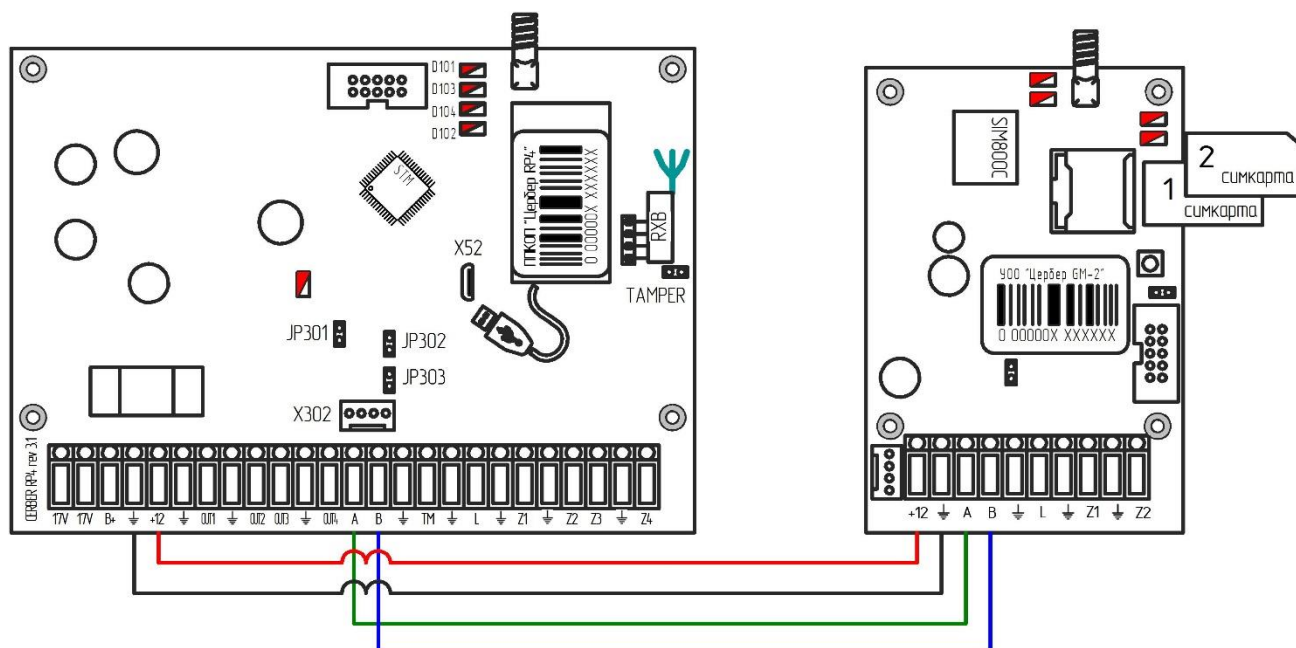

Рис. 2
1. ППКОП “Цербер RP4” + модем “Цербер GM2” (рис.2). Основным каналом связи в данном случае будет являться радиоканал. В случае не возможности доставки событий по радиоканалу доставка событий будет происходить через tcp-ip (gsm). При работе через tcp-ip (gsm) прибор не будет ретранслировать события от других приборов радиосети, а будет доставлять только собственные события. При восстановлении основного канала связи прибор автоматически переключиться на него. Дистанционное управление прибором можно осуществлять как через радио, так и через tcp-ip каналы связи.